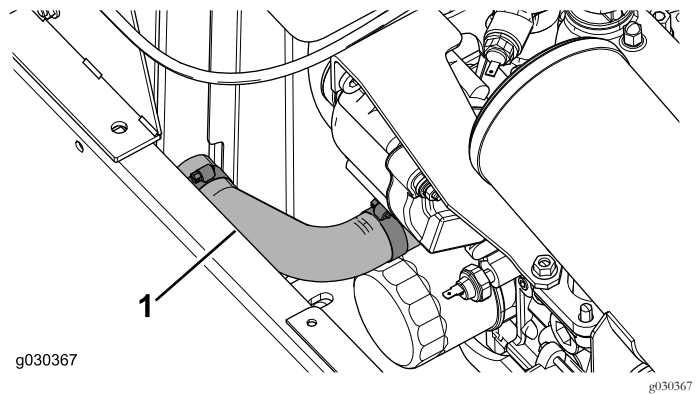

Figure 29
2. Localisez et enlevez de la machine le flexible inférieur du radiateur (Figure 29).